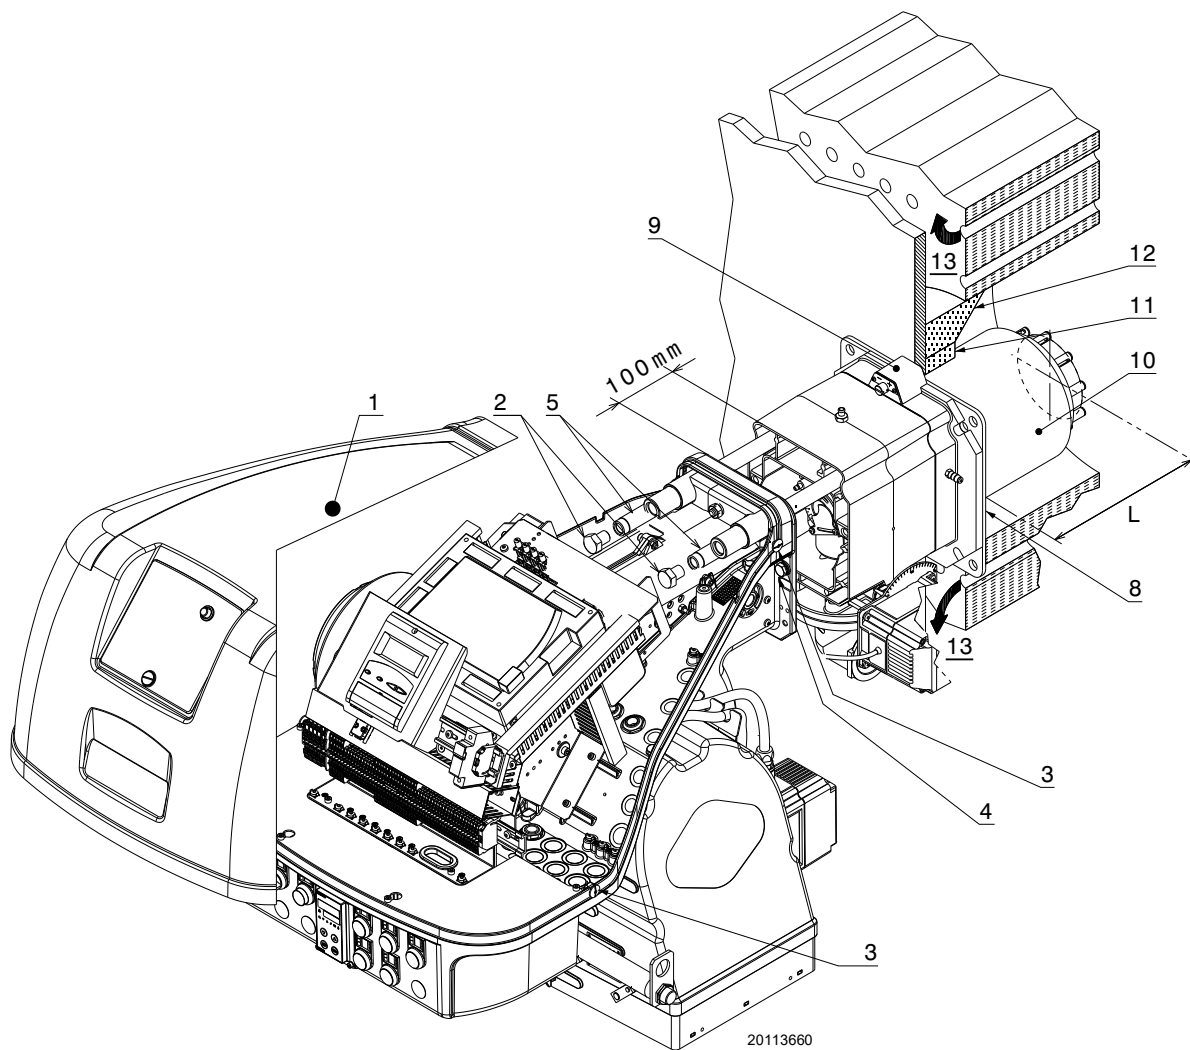

Рис. 16
В котлах с передним оборотом дымовых газов 13) Рис. 16 или в двухходовых котлах защитите огнеупорным материалом 11) зону между огнеупорной частью котла 12) и жаровой трубой 10).
Отсоедините головку горения от остальной части горелки, как на Рис. 16; выполните следующее:
- Снова установите горелку на направляющие 3) примерно на 100 мм от муфты 4) - положение горелки указано на Рис. 16.